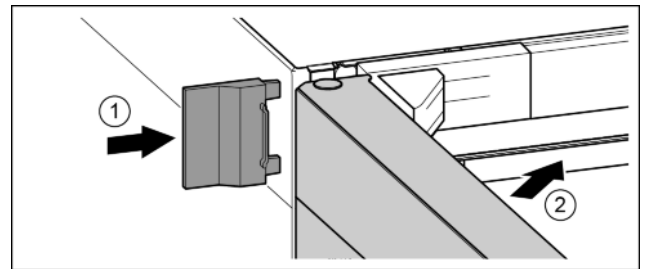

Fig. 24
- ▶ Надвинуть внешнюю крышку. Fig. 24 (1)
- ▶ Закройте верхнюю дверь. Fig. 24 (2)